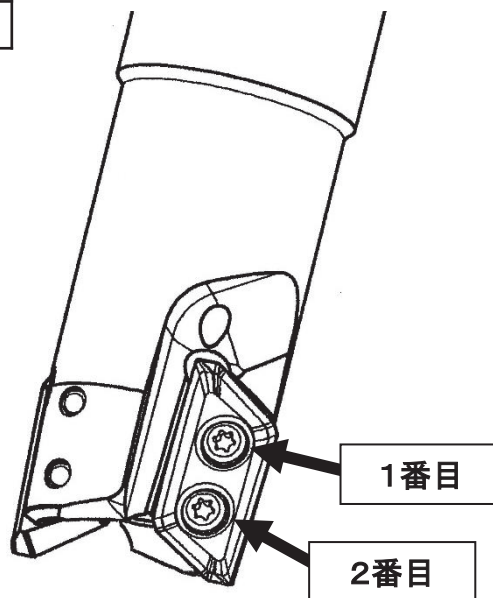

図1 クランプねじの締め付け順序
- ①インサートを取り付ける前に、インサート座をエアブローやハケなどで清掃してください。
- ②インサートをインサート座に押さえながら、付属のレンチを使用してクランプねじを締めてください。
- ・クランプねじは図1に示す順序で締め付けてください。
- ③クランプねじは安全を確保するために重要な部品です。正規の型番をご使用ください。